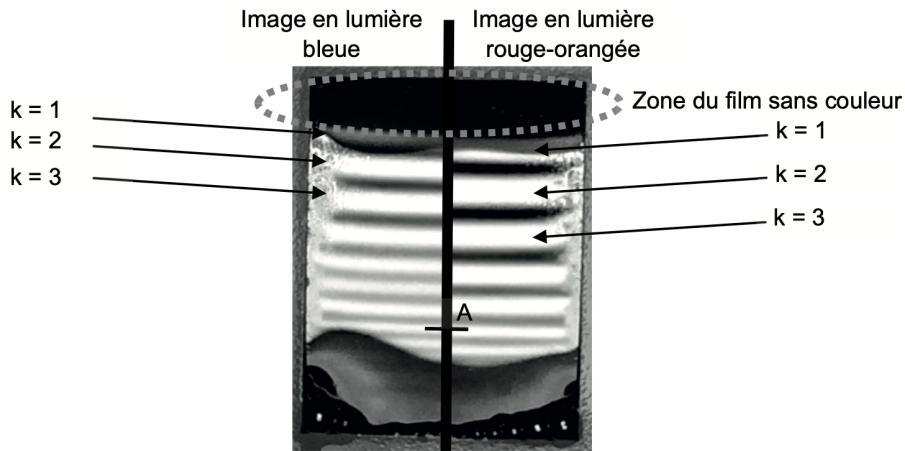

Figure 5. Montage photo des résultats des deux expériences
- 2.3.** La zone sans couleur de la figure 5 en haut du support correspond à une épaisseur du film très faible. On obtient alors des interférences destructives. On observe qu'au cours du temps, la surface de cette zone s'étend vers le bas. Proposer une explication à cette observation.
- 2.4.** Sur la photo de la figure 5, au niveau du point A, on observe des interférences constructives à la fois en lumière bleue et en lumière rouge-orange. Déterminer l'épaisseur du film de savon au point A afin de rendre compte de ces observations.